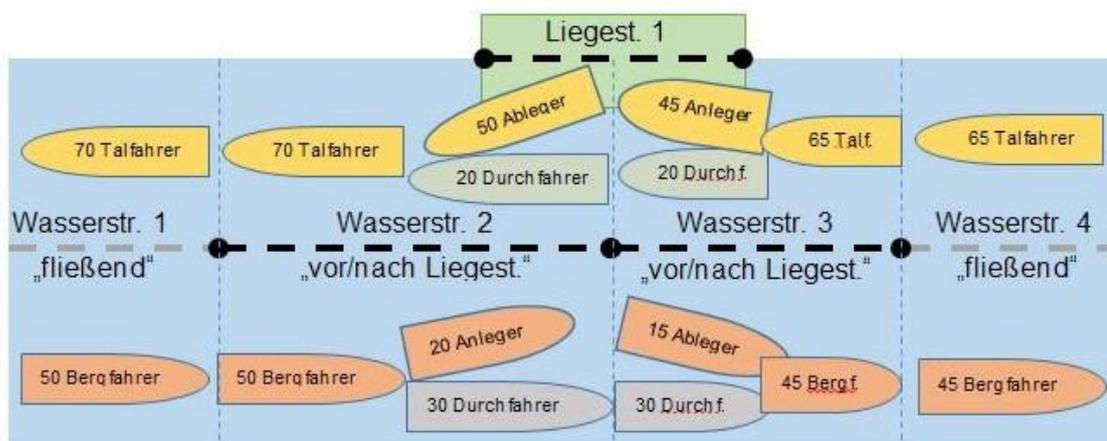

Abb. 4.5: Schematische Darstellung der Schiffsaktivität im Bereich einer Liegestelle
- **vor/nach Liegestelle:** So sind jeweils die Segmente zu kennzeichnen, welche ein Abbremsen an eine Liegestelle anlegender bzw. Beschleunigen ablegender Schiffe berücksichtigen sollen. Die Manöver unmittelbar an der Liegestelle selbst werden auf diesen Segmenten nicht abgebildet. Die anlegenden Schiffe bremsen innerhalb einer Segmentlänge ausgehend von der angegebenen Geschwindigkeit (über Grund) bis auf 3 km/h (über Grund) ab. Die ablegenden Schiffe beschleunigen innerhalb der Segmentlänge auf die angegebene Reisegeschwindigkeit (über Grund) und fahren nach Erreichen der Reisegeschwindigkeit mit dieser konstant weiter. Die übrig bleibende Schiffzahl fährt auf diesen Segmenten konstant mit Reisegeschwindigkeit („Durchfahrer“, die nicht an- oder ablegen). Eine schematische Darstellung ist in **Abb. 4.5** zu sehen.